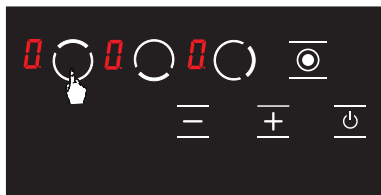

Abbildung 15
2. Berühren Sie erneut die Auswahlstaste () der oberen linken Kochplatte. (siehe Abb. 15)